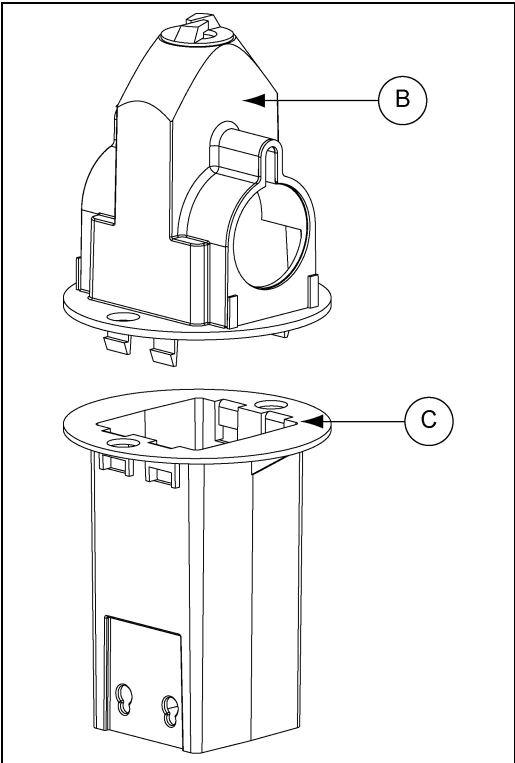

Рисунок 4R
2. Подключить падение трубка нижняя (C) вместе с верхней трубки падение (B), совместив разъемы и вкладки, как показано Рисунок 4R.